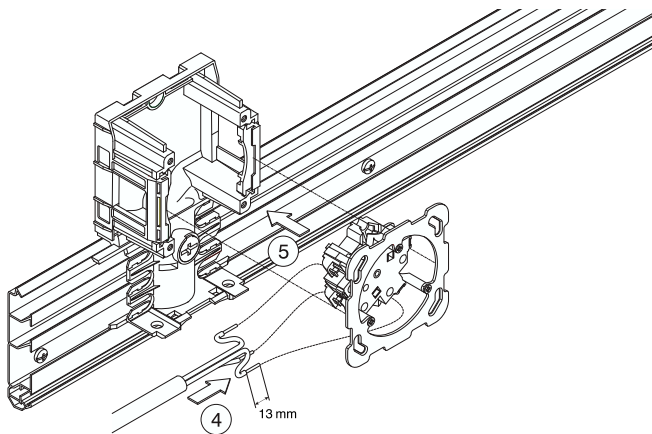

Abbildung 3
**3. Steckdosen anschliessen** (Abb. 3)